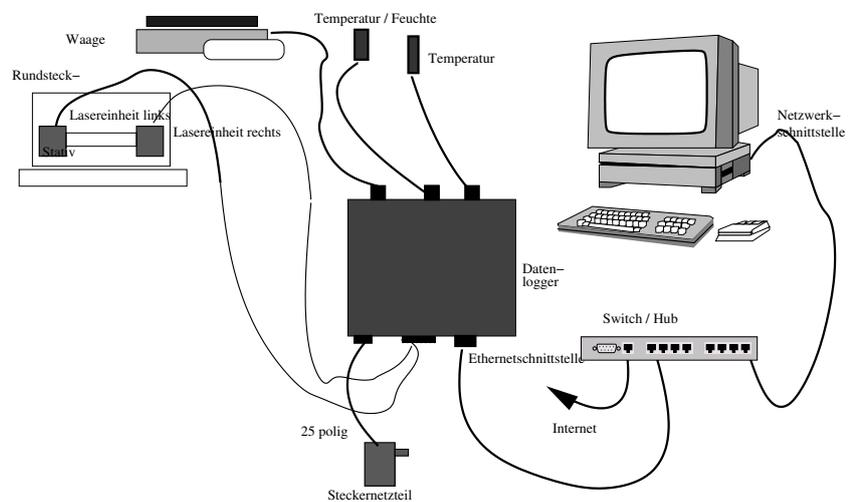

Abbildung 2: Verdrahtung des Schwindschichtsystems
- Schliessen Sie nun das mitgelieferte 25-polige DSub-Kabel an beide Laserelektroniken und an den 25-poligen D-Sub Stecker des Datenloggers an (siehe Bild 2).
Abbildung 2 zeigt die prinzipielle Verdrahtung.